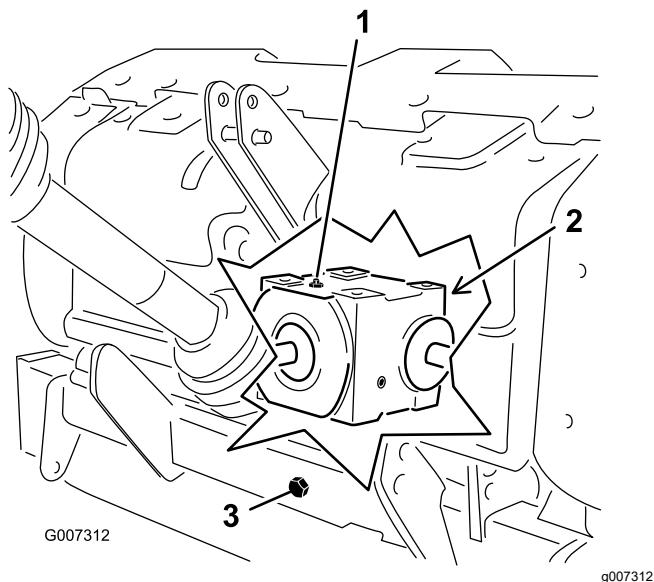

Рисунок 31
2. Выверните пробку контрольного отверстия редуктора (Рисунок 31).
3. Следите, чтобы уровень масла в редукторе доходил до низа контрольного отверстия (Рисунок 31).
1. Во избежание загрязнений очистите пробки заливного и сливного отверстий (Рисунок 31).